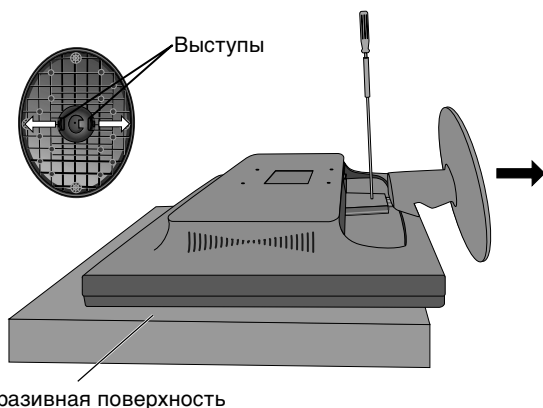

Рисунок R.1
2. Положите монитор экраном вниз на неабразивную поверхность (**Рисунок R.1**).
3. Вставьте тонкий стержень в отверстие на задней панели ЖК-монитора, нажмите большими пальцами выступы на задней стороне основания-подставки в направлении стрелок, а затем вытащите подставку, как показано на рисунке (**Рисунок R.1**).
1. Положите монитор экраном вниз на неабразивную поверхность (**Рисунок R.1**).
2. Вставьте тонкий стержень в отверстие на задней панели ЖК-монитора, нажмите большими пальцами выступы на задней стороне основания-подставки в направлении стрелок, а затем вытащите подставку, как показано на рисунке (**Рисунок R.1**)